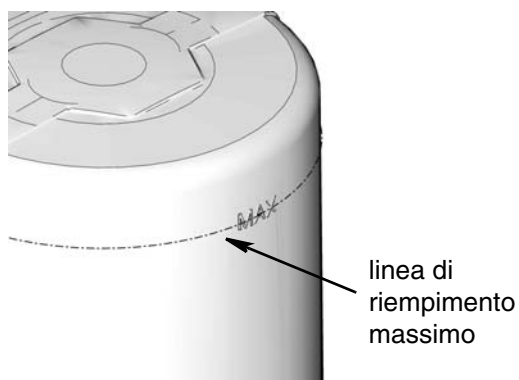

FIG. 23
- Non riempire troppo (FIG. 23).